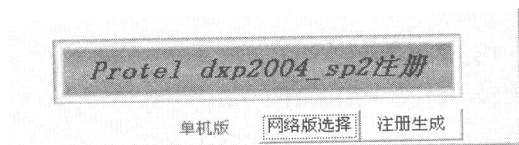

图 1-18 注册窗口
- (1) 退出运行的 DXP.exe 和 DXPSecurityService.exe。
- (2) 双击“Protel2004_sp2_Genkey.exe”文件，系统会弹出注册窗口，如图 1-18 所示。